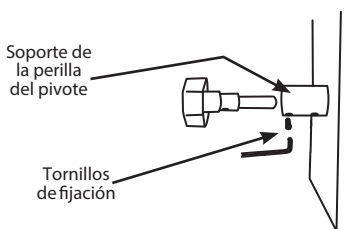

FIGURA 5
10. Ajuste el segundo tornillo de fijación debajo del soporte de la perilla del pivote hasta que no gire más (asegúrese de que el tornillo de fijación coincida con la muesca del eje de la perilla del pivote). Afloje el tornillo de fijación 1/2 giro para que la perilla del pivote gire libremente (FIGURA 5).